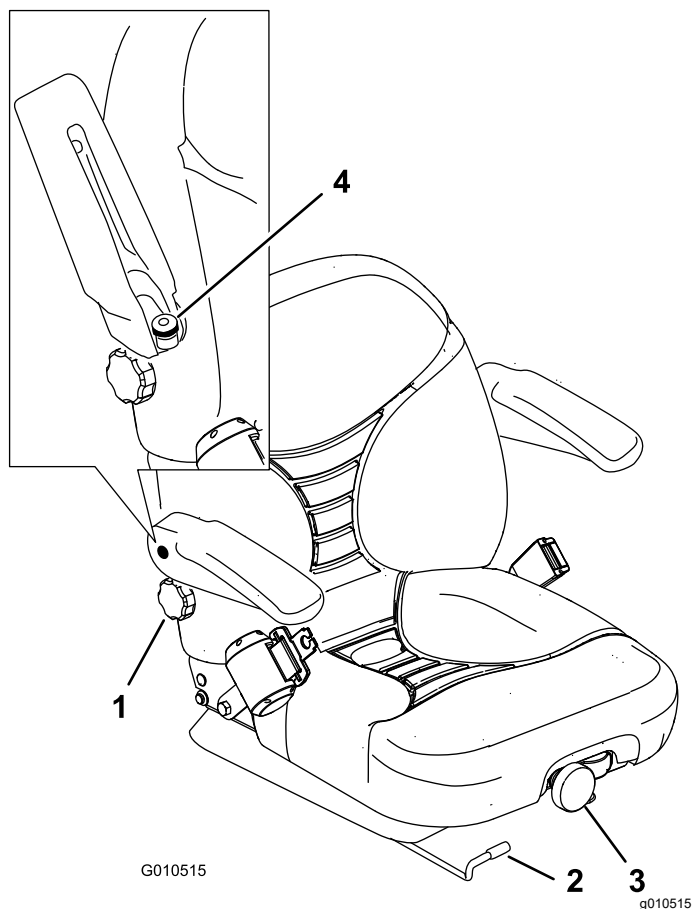

Рисунок 34
1. Переместите рычаг в сторону, чтобы разблокировать сиденье (Рисунок 34).
Для его регулировки поверните переднюю ручку в любом направлении для достижения максимального комфорта (Рисунок 34).
При регулировке поворачивайте ручку под правым подлокотником в соответствующем направлении для достижения максимального комфорта (Рисунок 34).
Поднимите подлокотник и поверните ручку в любом направлении для достижения максимального комфорта (Рисунок 34).